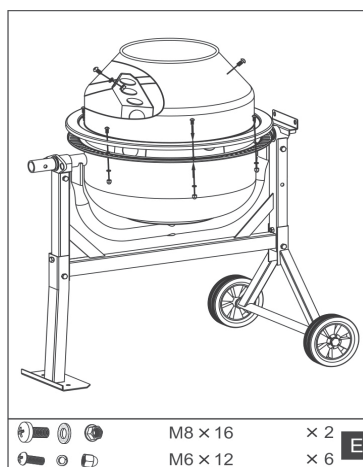

Bild 9
Pilarna på trumenheterna indikerar korrekt placering av halvorna och måste **MÅSTE** peka mot varandra. Monteringsöppningen av blandarbladen inuti trumman måste vara **MÅSTE** vara i en vertikal linje. Om så inte är fallet kan bladen inte monteras. Skruva ihop de två enheterna med sex M6 x 12-bultar, brickor och muttrar. Skruva sedan fast blandarbladen på trummans övre enhet och använd typ M8x16 och en läderbricka för varje. Dra åt alla skruvar (E), bild 9.